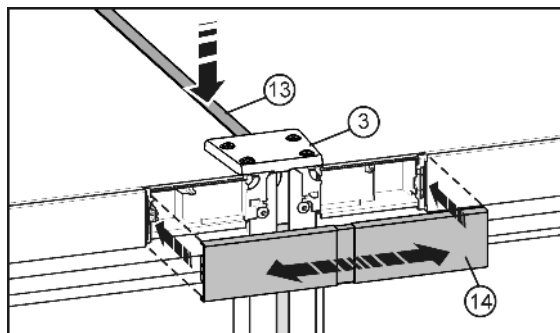

Fig. 10
- ▶ Wcisnąć krótką listwę Fig. 10 (13) na powierzchni górnej do szczeliny. Przy przedniej krawędzi listwa oraz płyta łącząca Fig. 10 (3) muszą do siebie przylegać.
- ▶ Zaczepić pokrywę Fig. 10 (14) na jeszcze otwartej wnęcie między obiema blendami paneli obsługi. Zwrócić uwagę na to, aby ścianki zewnętrzne pokrywy przylegały na jednym poziomie do blend paneli obsługi. W tym celu można zdjąć pokrywę.